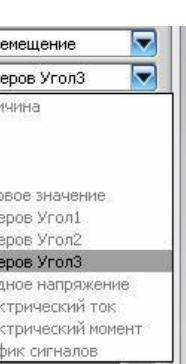

рис.70
- После этого в остальных полях окна (рис.70) всё установится уже автоматически: относительное *Перемещение* вокруг оси Z (Эйлеров угол 3). Ведь ещё на этапе описания сенсора мы указали, что будем измерять угол вокруг оси Z. Поэтому остальные параметры построения графиков для нашего сенсора в диалоговом окне оказываются пассивными (рис.70).